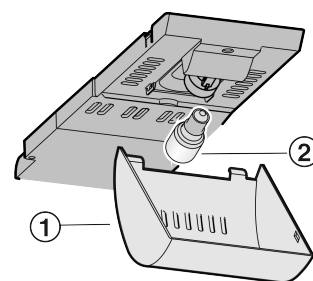

Fig. 12
- ▶ Возьмитесь за крышку *Fig. 12 (1)* спереди и снимите с крючка сзади.
- ▶ Лампу накаливания *Fig. 12 (2)* замените.
- ▶ Снова наденьте крышку *Fig. 12 (1)*.